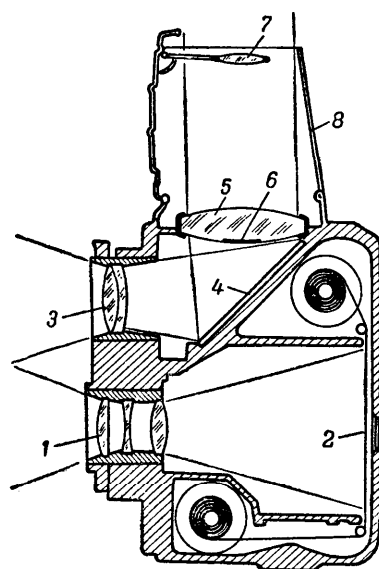

Рис. 19. Схематический разрез фотоаппарата «Любитель»:
На рис. 19 фотоаппарат «Любитель» представлен в схематическом разрезе. Свет от снимаемого предмета проходит через объектив (1), который даёт изображение на плёнке (2). В верхней камере свет проходит через такой же объектив (3), отражается от зеркала (4) и попадает на линзу (5), в центре которой находится матовый кружок (6). Оба объектива находятся в одной и той же оправе и для наводки на резкость передвигаются вместе. Таким образом, если на матовом кружке линзы изображение получено резким, то можно быть уверенным, что оно будет резким и на плёнке, когда последняя подвергнется экспозиции.